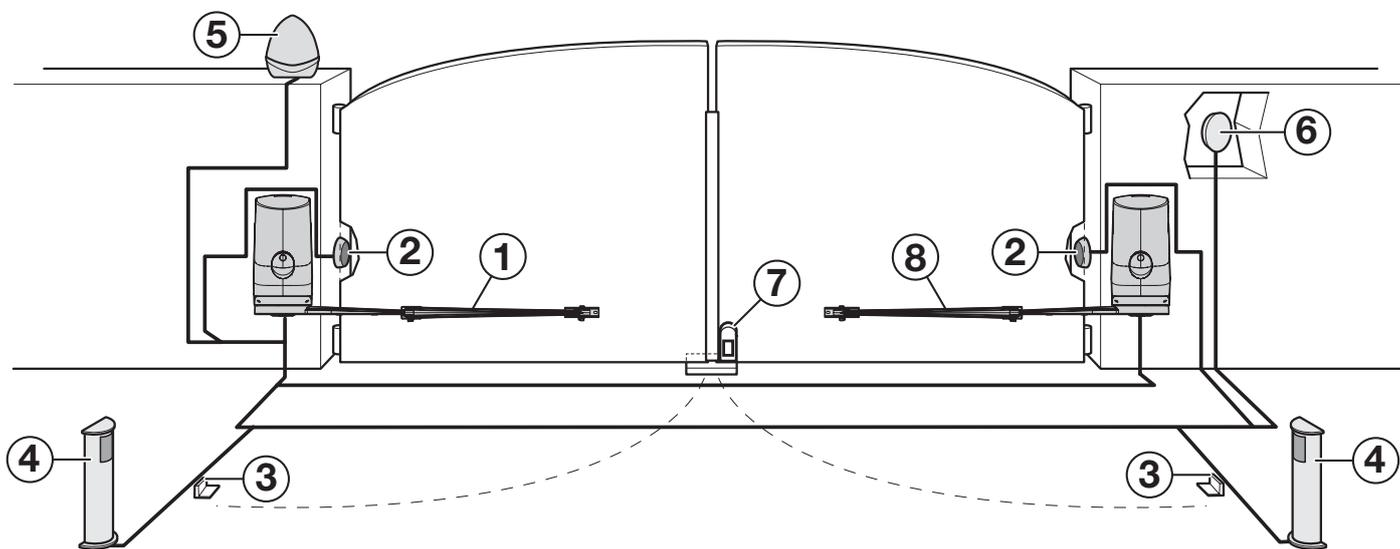

Abb. 2
**Abb. 2** zeigt ein Beispiel für Automatisierungsanlage mit den Komponenten von King-Gates. Diese Komponenten sind gemäß einem typischen und üblichen Schema angeordnet.
Mit Bezug auf **Abb. 2** die ungefähre Position festlegen, in der die einzelnen Komponenten der Anlage installiert werden, und dann die Kanäle für die Verlegung der Verkabelung anlegen.